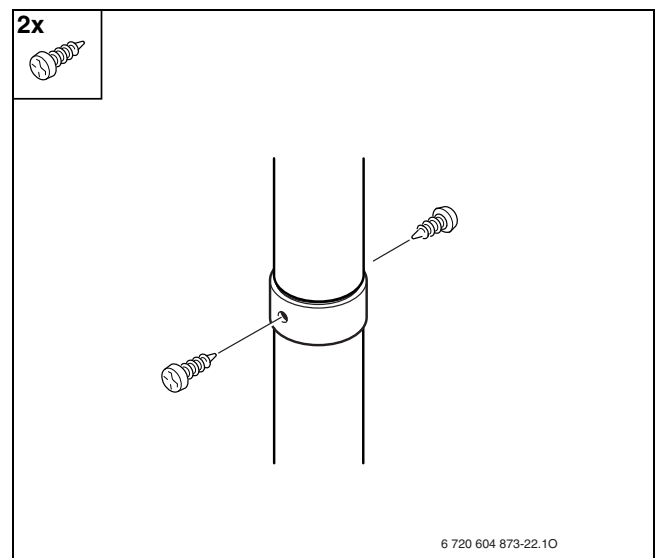

Рис. 38
►Скріпіть з'єднання гвинтами, які прикладаються до комплекту поставки (Рис. 38).